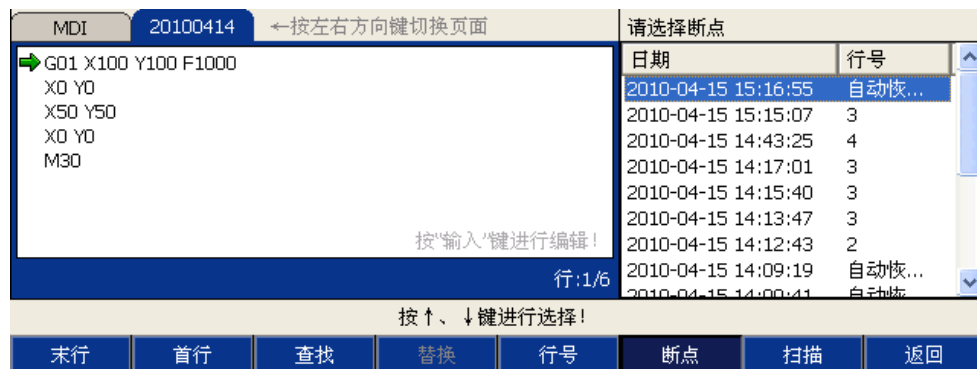

图 4-15
- 按“断点”按钮，系统载入断电记录信息，弹出如图 4-15 所示窗口，选择其中一断电记录。在选择断电记录时，程序代码中的‘绿色’指针始终停留在第一行。